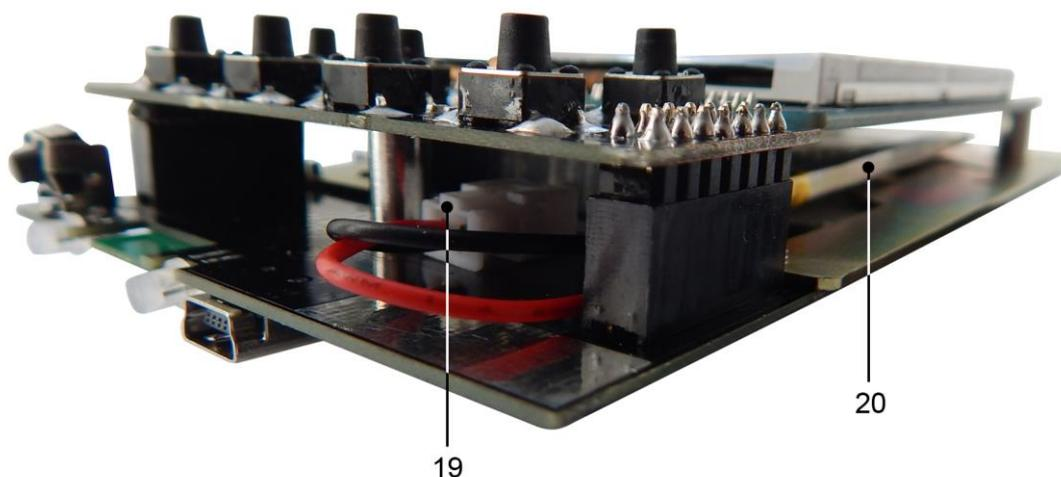

Рисунок 93 – Замена аккумулятора
10.3.6. Аккумулятор (20) находится на шасси под модулем экрана и закреплен двухсторонним скотчем. Осторожно отсоедините разъем (19) аккумулятора от разъема, который расположен на печатной плате, под модулем кнопок управления (Рисунок 93). Извлеките старый аккумулятор (20) и удалите старый двусторонний скотч, которым он был прикреплен к шасси.